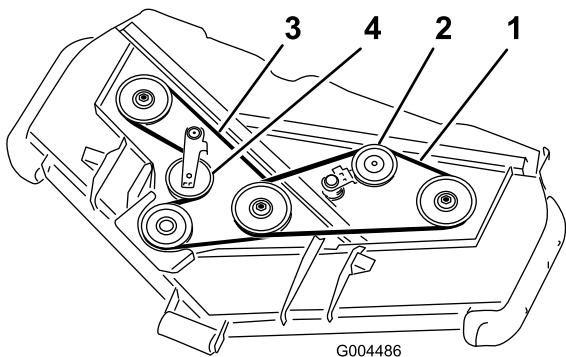

図 55
3. バールなどの工具を使って上ベルト用アイドラブーリ(図 55)をベルトから引き離してベルトの張りをなくす。
4. バールなどの工具を使って下ベルト用アイドラブーリ(図 55)をベルトから引き離してベルトの張りをなくす。
5. 図 55のように、ギアボックススプーリー、下ベルト用スピンドルブーリー、アイドラブーリに新しいベルトを回しかける。
6. 図 55のように、上ベルト用スピンドルブーリーとアイドラブーリアセンブリに新しいベルトを回しかける。